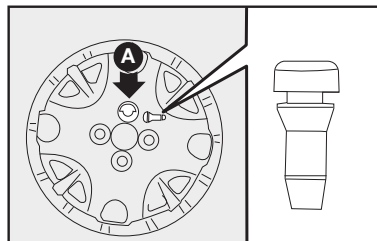

fig. 21
8) Coloque a presión la taza de la rueda en la llanta, haciendo coincidir el símbolo Y, grabado en el interior de la taza, con la válvula de inflado; de esta forma, el orificio más grande de la taza **A**-fig. 21 pasará a través del tornillo colocado anteriormente.